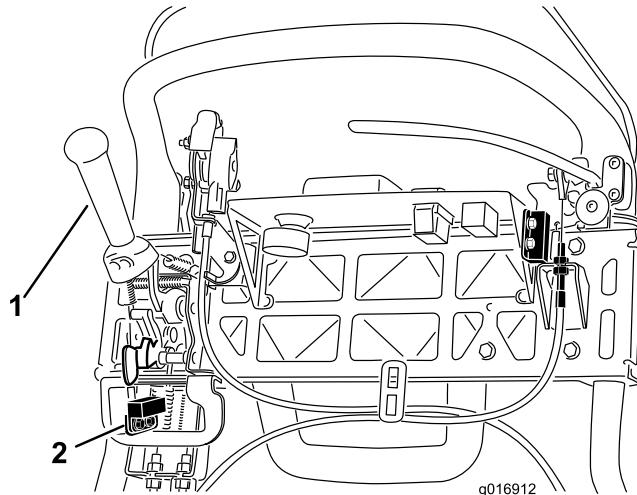

图38
4. 松开联锁开关紧固件(图38)。
5. 在牵引杆与联锁开关之间放入 1.6mm 厚的塞尺(图38)。